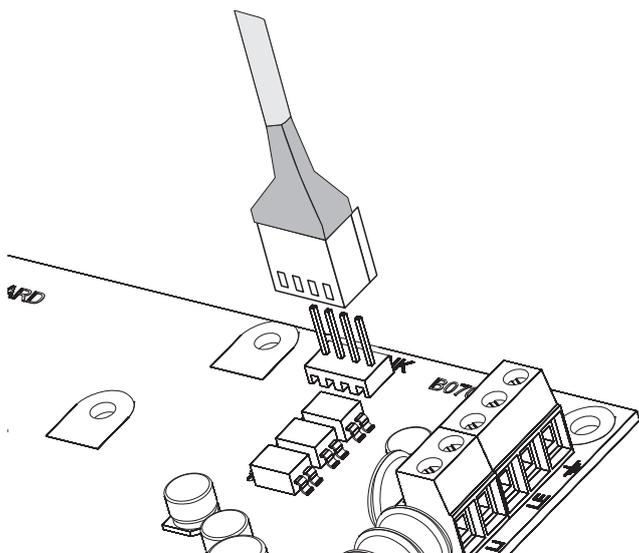

Figura 29 Collegamento PC-Link.
1. Collegare la porta seriale RS232 della Centrale (**10, PC-LINK**) ad una porta seriale RS232 libera del PC, tramite il cavo **PC-LINK** (opzionale), come mostrato in Figura 29.